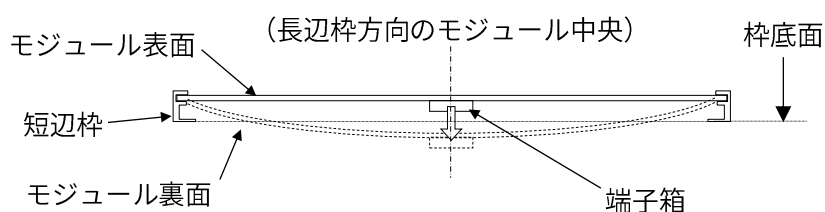

図3. モジュールのたわみ模式図（側面）
- ・ 太陽電池モジュールはモジュール表面への荷重負荷により、図3のように凹状のたわみが生じます。その際、モジュール裏面や端子箱が架台や屋根などに接触すると破損するおそれがありますので、当該部分には十分な隙間を必ず確保してください。モジュール裏面や端子箱が破損すると性能が維持できなくなります。